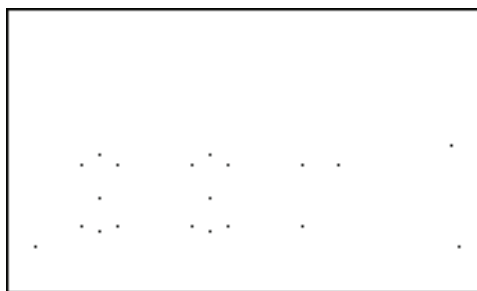

图 14-141 图形裁剪
16) 图形裁剪。调用“图形裁剪”命令，选择立面窗为待裁剪的图形；按〈Enter〉键，分别指定裁剪的两个角点，图形裁剪的操作结果如图 14-141 所示。